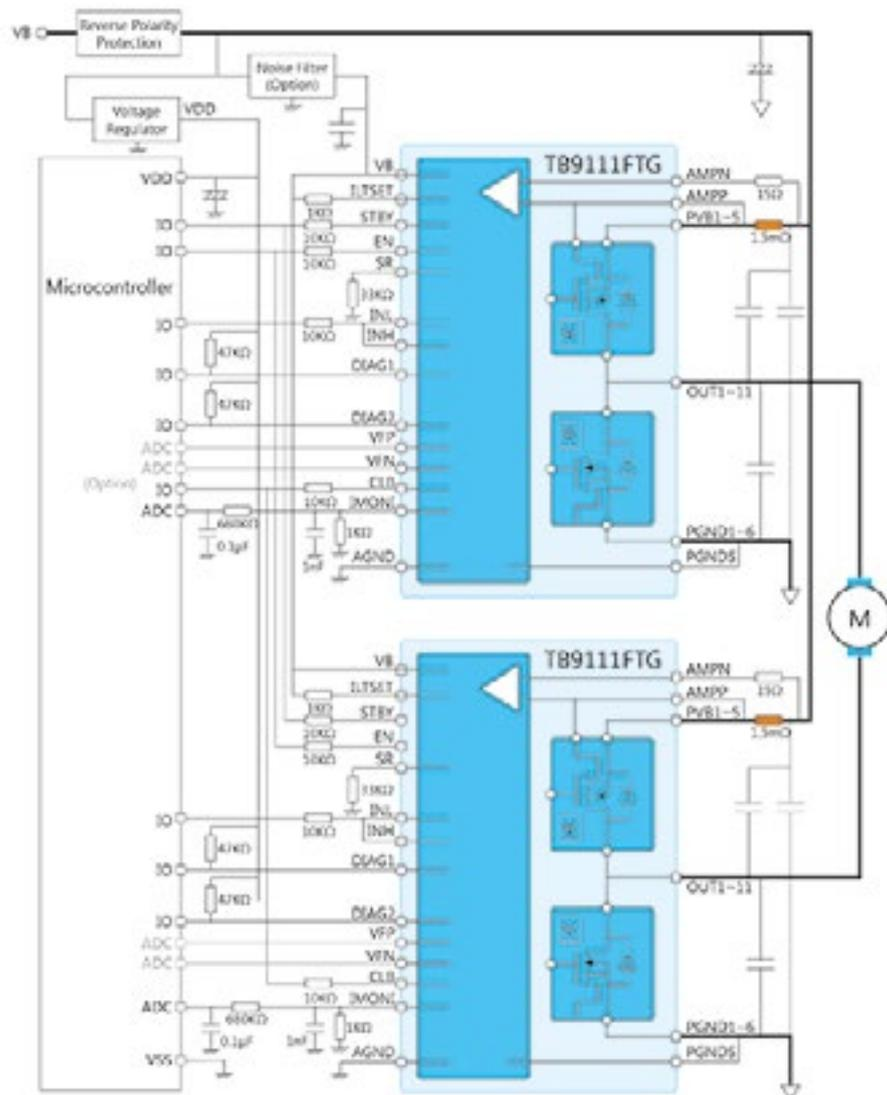

Figura 4. Ejemplo de puente completo con monitorización de corriente en ambos medios puentes.
medio de un ADC. Se admiten motores de CC con y sin escobillas. Los motores con escobillas se pueden utilizar con un solo TB9111FTG o dos en una configuración de medio puente (figura 4).
Figura 4. Esquema simplificado de la conexión del cable apantallado entre el inversor y el motor, mostrando las componentes parásitas en el cable y en el motor. La corriente I_{Motor} consta de cuatro componentes: una componente de corriente de onda sinusoidal a la frecuencia fundamental de funcionamiento f_o , una corriente de rizado debido a la frecuencia portadora f_p , una corriente transitoria entre fases (I_{f-f}) (MD) durante los transitorios dV/dt y una corriente transitoria de fase a masa (I_{f-m}) (MC) durante el transitorio dV/dt . C_{f-f} : capacidad parásita entre fases en el motor y C_{f-m} : capacidad parásita entre fase y masa en el motor. R_{ox} y L_{ox} son las resistencias y las inductancias de las fases correspondientes. PE: Protective Earth en el inversor.
La figura 4 muestra el esquema simplificado de un inversor, con un cable apantallado conectando su salida a un motor. La forma de onda de la tensión de salida entre las fases, aplicada al motor a través del cable da como resultado una corriente de fase (I_{Motor}). La forma de onda de la corriente hacia el motor, I_{Motor} consta de cuatro componentes. Una primera componente de corriente de onda sinusoidal con la frecuencia fundamental de funcionamiento (f_o). Una segunda componente es la corriente de rizado debido a la frecuencia portadora (f_p).
La corriente transitoria entre fase y fase en el cable (I_{f-f}) está determinada por la magnitud de la tensión continua en el bus (V_{bus}) y la impedancia de los parámetros parásitos del cable alrededor del bucle del circuito formado, como la resistencia del cable (R_{01}), su inductancia (L_{01}), su capacidad entre fases (C_{f-f}), R_{02} y L_{02} . La corriente entre fases I_{f-f} está confinada en los terminales de salida del inversor y el área del bucle del cable que se muestra en la figura 4.
La corriente transitoria de fase a masa (I_{f-m}) en la figura 4 está determinada por la magnitud de la tensión del bus (V_{bus}), y por la impedancia de los parámetros parásitos del cable (R_{01} y L_{01}), la capacidad del cable entre la fase y la masa PE (Protective Earth) del inversor (C_{f-m}), la capacidad entre la fase y la masa de la pantalla del cable (C_{fm-p}) y la capacidad entre el devanado del estator del motor (fase) y la masa del motor (C_{fm-m}). La corriente I_{f-m} se mide en los terminales de salida del inversor, pero no tiene un camino de retorno directo a los terminales de salida. Esta corriente I_{f-m} puede interferir sobre otros equipos cercanos referenciados a masa. Una sonda de corriente dispuesta en modo común, rodeando las tres fases de salida del inversor (U, V, W), normalmente medirá un valor de corriente igual a cero, ya que la suma instantánea de las componentes de frecuencia fundamentales de cada fase suma cero. Además, la corriente I_{f-f} en modo diferencial suma cero, ya que sale y retorna a través del mismo hueco de la sonda de corriente, pero en direcciones opuestas a la polaridad de la corriente. La ubicación de